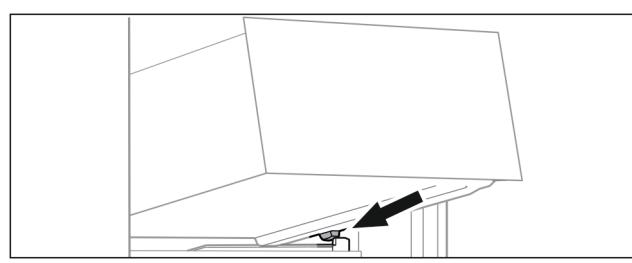

Fig. 17
- Наклоняя вниз, установите выдвижной ящик за стопоры на контейнерное ребро Fig. 17 () .